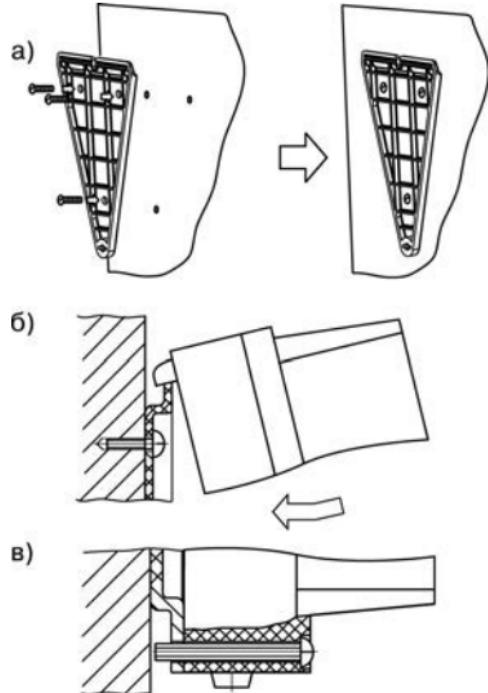

Рисунок 5.1 - Монтаж прибора
1. Закрепить кронштейн тремя винтами M4x20 на поверхности, предназначенной для установки прибора (см. Приложение А и рисунок 5.1, а).
2. Зацепить крепежный уголок на задней стенке прибора за верхнюю кромку кронштейна (рисунок 5.1, б)
3. Прикрепить прибор к кронштейну винтом M4x35 из комплекта поставки (рисунок 5.1, в).